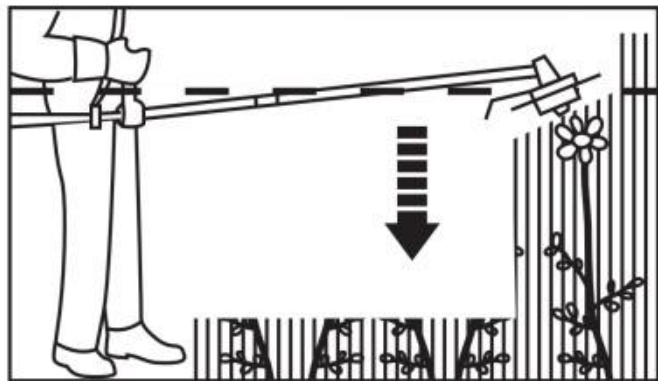

Fig. 43
4. Non tenere mai la testa di taglio più in alto del fianco (Fig. 43); più in alto si tiene la testa di taglio, più aumenta il rischio che gli oggetti vengano lanciati.